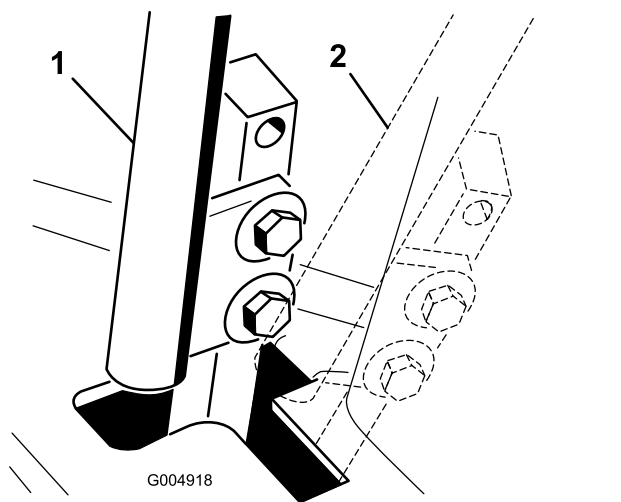

图51
4. 将移动控制杆移至空档位置但切勿锁定 图51。
6. 检查控制杆相对于控制台凹口的位置 图51。